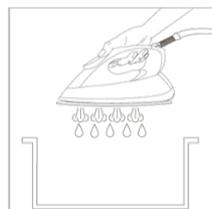

FIGURA 18
5. Sujete la plancha a 15 centímetros de distancia por encima del lavabo en la posición de planchado. Por los orificios de vapor saldrán materiales sueltos y agua (Figura 18). El aparato volverá al ajuste anterior de planchado cuando se haya completado el proceso.